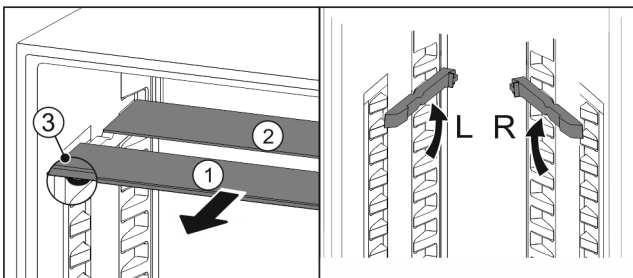

Fig. 124
- ▶ Glasplatten einzeln nach vorne herausziehen Fig. 124 (1).
- ▶ Glasplatte Fig. 124 (1) mit Zierleiste liegt vorne.
- ▶ Stopps Fig. 124 (3) zeigen nach unten.